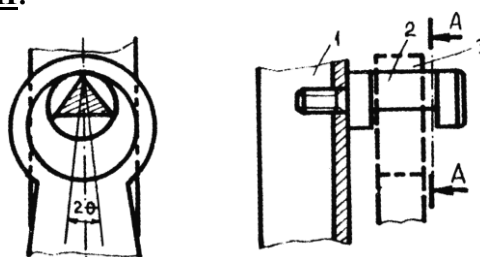

Fig. 6 Detaliu privind modul de amplasare a bieiei în timpul efectuării experimentului
2. Se așează corpul al cărui moment de inerție mecanic axial trebuie determinat pe tija 2 (fig. 6) și i se aplică un impuls astfel încât corpul să realizeze mici oscilații de o parte și de alta a axei tijei. Se cronometrează perioada T a micilor oscilații. Se fac cinci încercări.